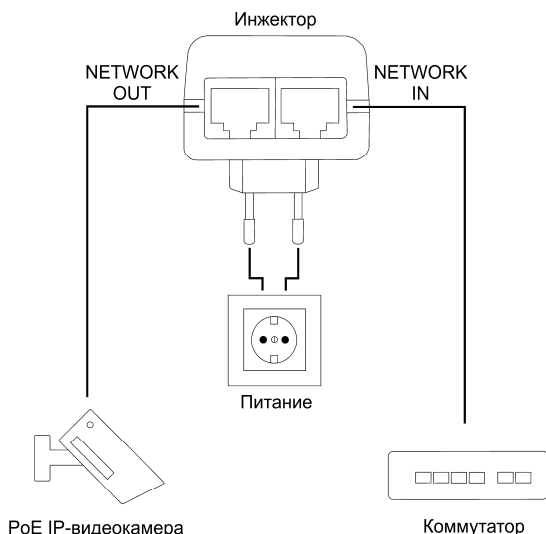

Рисунок 2 – схема подключения
- Подключите коммутатор стандартным сетевым кабелем UTP cat5e/6 к разьему «NETWORK IN» изделия (см. рисунок 2).
- Подключите IP-видеокамеру с питанием PoE стандартным сетевым кабелем UTP cat5e/6 к разьему «NETWORK OUT» изделия (см. рисунок 2).